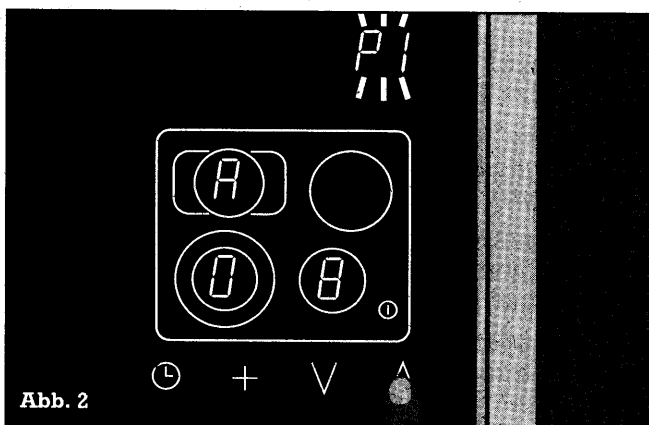

Abb. 2
- Nun können Sie durch Berühren der Symbole V oder Δ eine Ankochzeit von 1 bis 15 Minuten wählen. Im Kochzonen-Anzeigefeld wird die eingestellte Zeit angezeigt (A01 bis A15) und P1 blinkt (Aufforderung zum Speichern) (Abb. 2).